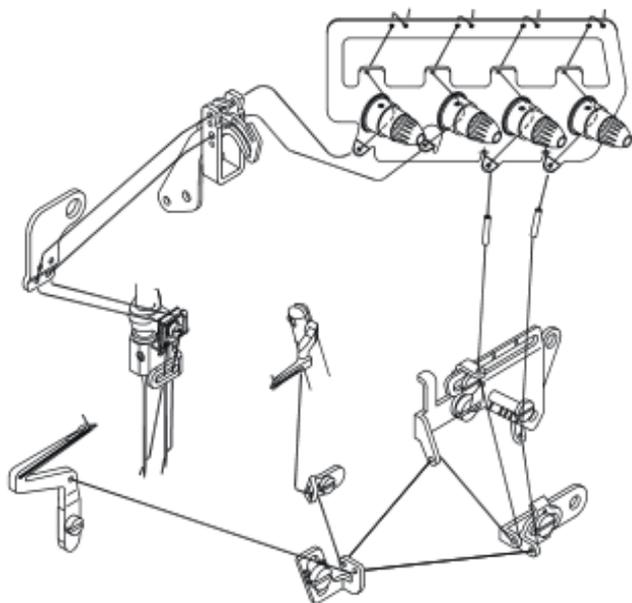

Fig. 18 / Fig. 18
2. Для четырех нитей 747 (рис. 18)